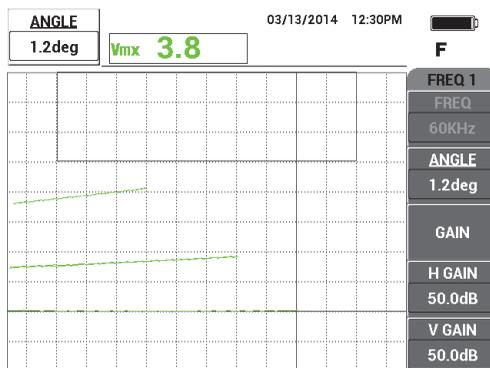

Рис. 5-81 Настройка нижнего сигнала до горизонтального положения
9. Нажмите клавишу ANGLE () , настройте нижний сигнал (проводимость 45 %) до максимально горизонтального положения (см. Рис. 5-81 на стр. 197).